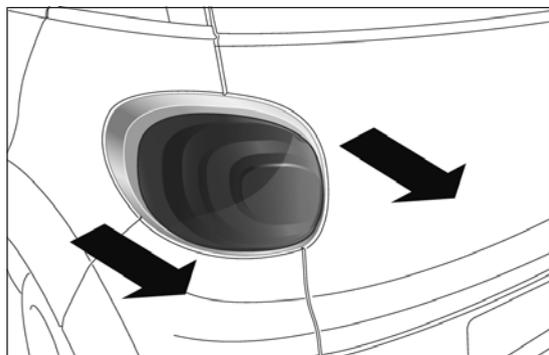

fig. 180
- déposer le groupe optique en l'extrayant avec deux mains dans le sens indiqué par la flèche fig. 180;